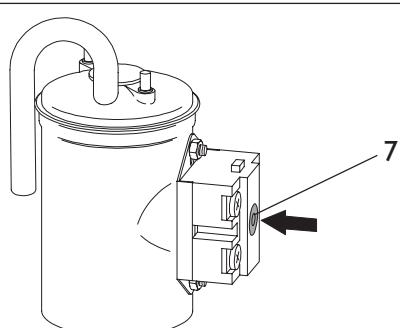

Рис. 21
- Включение предохранительного ограничителя температуры (рис. 21)